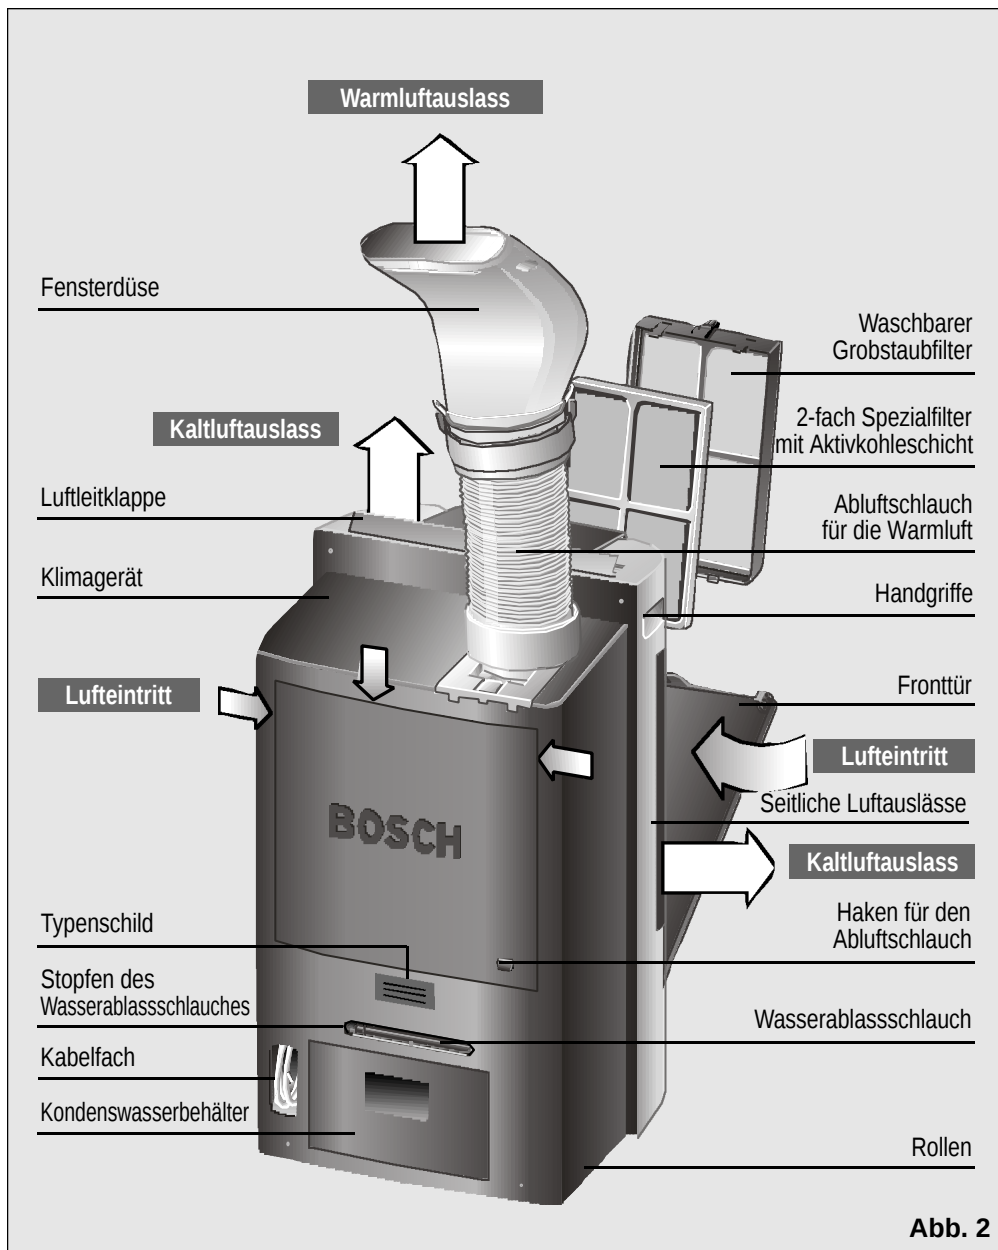

Abb. 2
- ☐ Auf der Rückseite des Gerätes befindet sich ein Fach für das Anschlusskabel, **Abb. 2**.